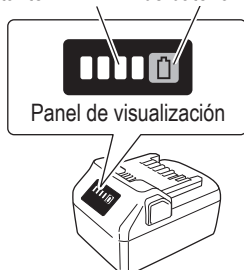

Fig. 15
8. Indicador de batería restante. Puede comprobar la capacidad restante de la batería presionando el interruptor del indicador de batería restante para encender la lámpara indicadora. (Fig. 15, Tabla 5)